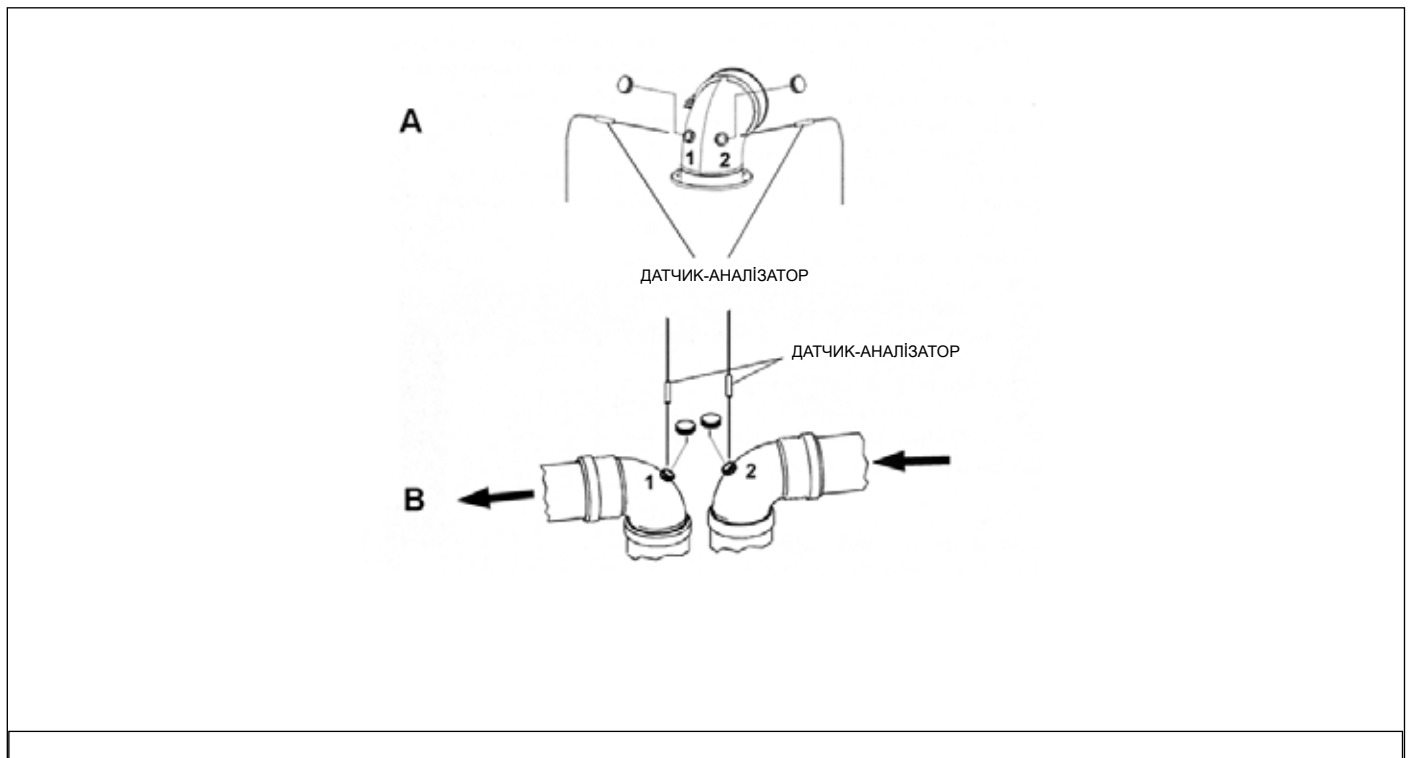

Рис. 16 Точки введення зондів при вимірюванні ККД
- виміряти температуру повітря через отвір 1 (див. відпов. (А) Рис. 16 Точки введення зондів при вимірюванні ККД , для котлів з закритою камерою згоряння з димохідом обладнаним пробовідбірниками).
- виміряти температуру димових газів і вміст CO₂ через отвір 2 (див. відпов. (А) Рис. 16 Точки введення зондів при вимірюванні ККД , для котлів з закритою камерою згоряння з димохідом обладнаним пробовідбірниками).
- виміряти температуру повітря через отвір 2 (див. відпов. (В) Рис. 16 Точки введення зондів при вимірюванні ККД , для закритої камери згоряння з димохідом обладнаним пробовідбірниками).
- виміряти температуру димових газів і вміст CO₂ через отвір 1 (див. відпов. (В) Рис. 16 Точки введення зондів при вимірюванні ККД , для котлів з закритою камерою згоряння з димохідом обладнаним пробовідбірниками).